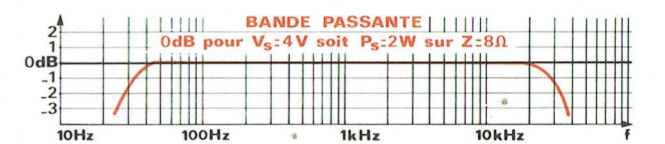

Fig. 13
- c) **Bande passante (Fig. 13)**